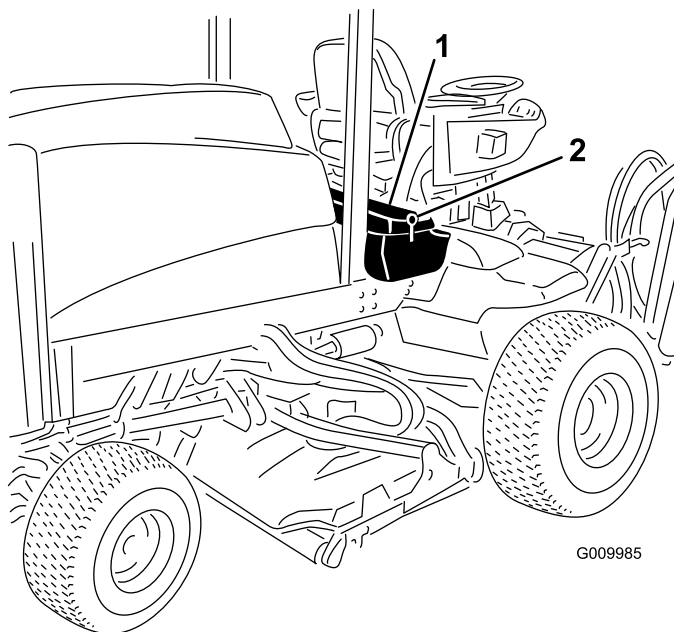
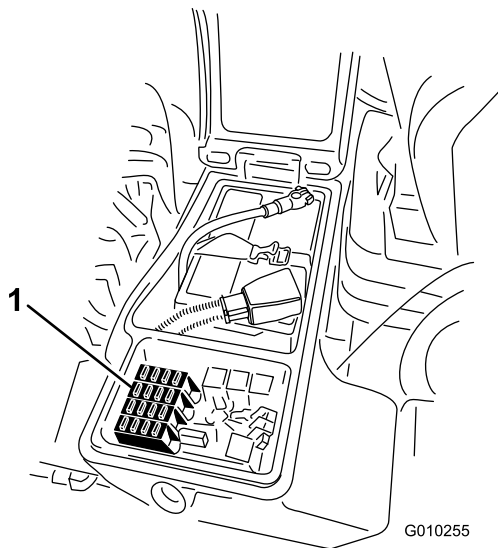

图 54
图 55
- 松开右储物盒盖的门锁提起盒盖 图 54 以露出保险丝盒 图 55。
- 必要时更换开式保险丝 图 55。
3. 关闭右储物盒盖用门锁固定图 54。